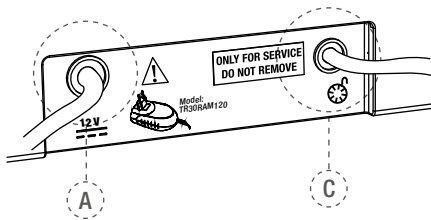

Bild 2 Styrenhetens baksida
- Koppla batteriladdarens kontaktdon till rätt uttag (A - se bild 2) på utrustningens baksida (detaljer se kapitel 7.3.3).
- Koppla fotkontaktens kabel till uttaget på utrustningens baksida (C - se bild 2).
Orange blinkande: Batteriladdaren är korrekt kopplad till uttag A (se bild 2) på utrustningens baksida och batteriet laddas. När utrustningen kopplas från och batteriladdaren kopplas till, kopplas utrustningen åter in och följande meddelande visas på displayen: